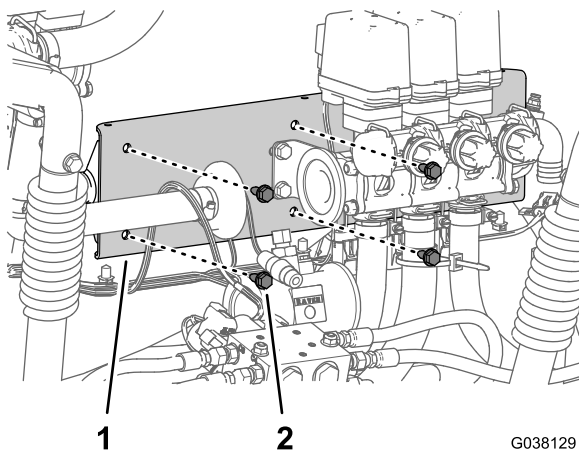

Figura 18
1. Rimuovete i 4 bulloni a testa flangiata (5/16 x 3/4") che fissano la staffa delle valvole di sezione al relativo supporto (Figura 18).